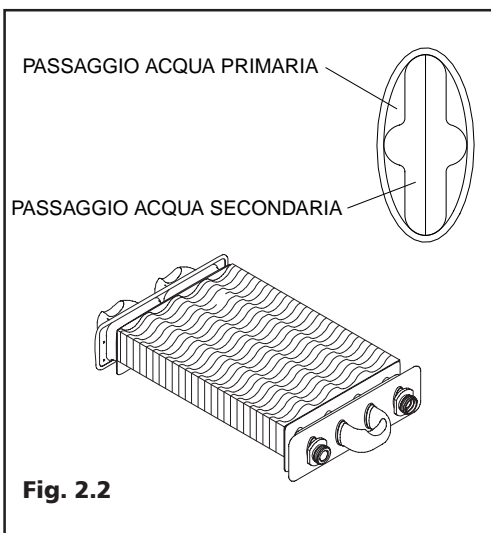

Fig. 2.2
2.1 Scambiatore di calore bitermico (Fig. 2.2)
Lo scambiatore bitermico è formato da una doppia serpentina a due tubi di sezione ovale, una all'interno dell'altra vedi fig. 2.2 il tutto inserito all'interno di un pacco lamellare che ha il compito di aumentare la superficie di scambio termico. La parte interna dello scambiatore bitermico è riservata al passaggio dell'acqua secondaria, in questa serpentina, è posto centralmente un setto, turbolatore, con lo scopo di aumentarne il rendimento ed evitare la stratificazione di temperatura del fluido secondario.